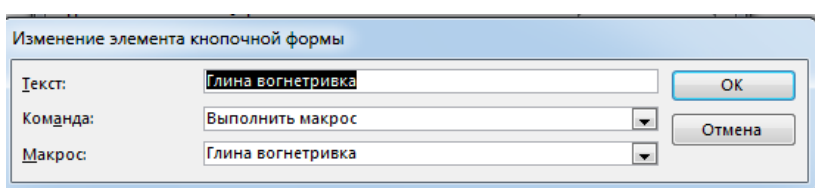

Рис. 46. Створення кнопки для переходу на запит бази даних
31. У вікні Изменение элемента кнопочной формы (рис. 46) в полі Команда оберіть команду Выполнить макрос для кожного з елементів.